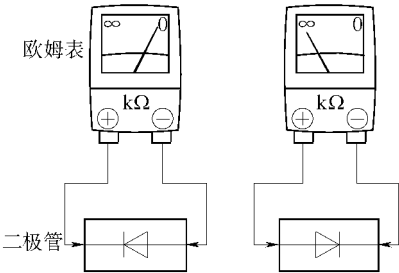

图 18-60 检查二极管导通情况
(2) 检查二极管导通情况。如果电路含有二极管，则应将二根导线反接并再次进行检查。当将负极 (-) 导线连接到二极管的正极 (+) 侧，正极 (+) 导线连接到二极管的负极 (-) 侧时，二极管应导通。而当二根导线反接时，则不导通。如图 18-60 所示。